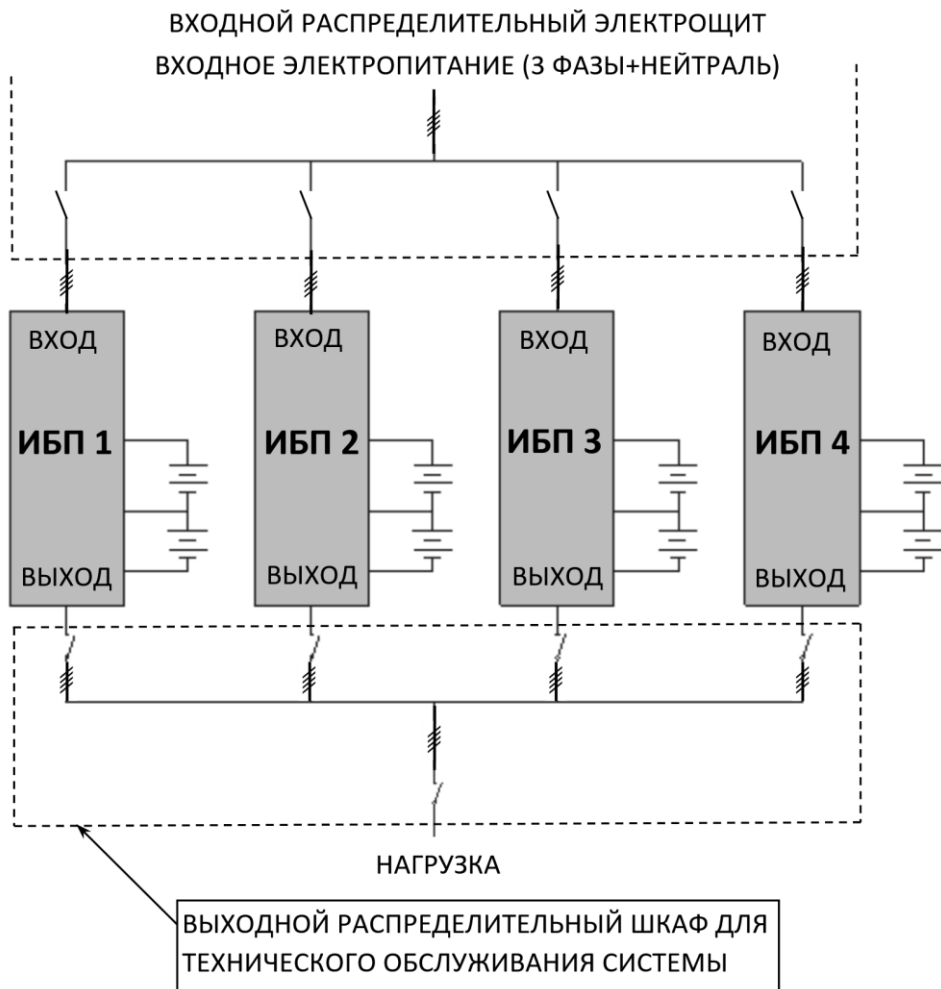
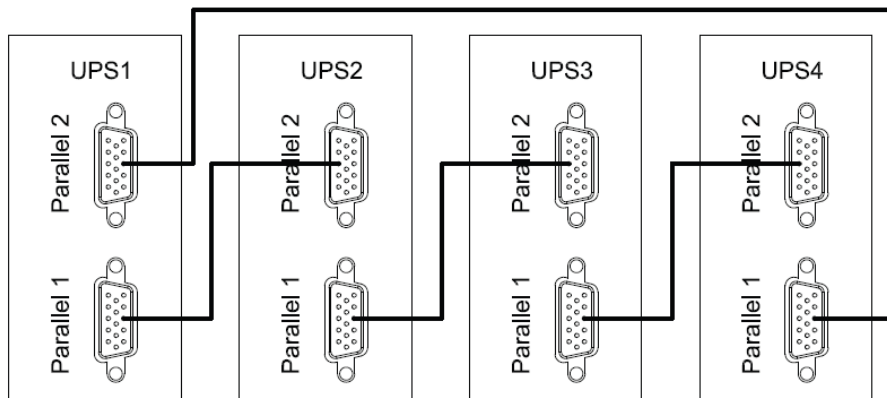

Рисунок 24 – Пример схемы подключения четырех изделий в систему параллельного резервирования с выходным распределительным шкафом.
Рисунок 25 – Схема соединения изделий в «кольцо» через параллельные порты.
Изделие имеет встроенный параллельный контроллер и может работать в системе бесперебойного питания с параллельным резервированием (см. рисунок 24 и рисунок 25). Целью такой системы является либо повышение надежности (резервирование), либо увеличение общей выходной мощности (масштабирование).
ВНИМАНИЕ! Установите дополнительные внешние выходные выключатели (см. рисунок 24) между выходными клеммами каждого изделия и общими шинами, тщательно соблюдая фазировку.
- отключите входное сетевое питания каждого изделия, убедитесь в том, что все внешние выключатели разомкнуты (см. рисунок 24);